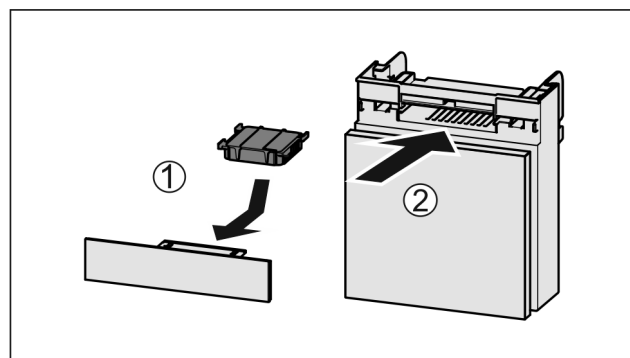

Fig. 119
- ▶ Anbring aktivkulfilteret som vis på billedet Fig. 119 (1).
- ▶ Skub rummet ind Fig. 119 (2).